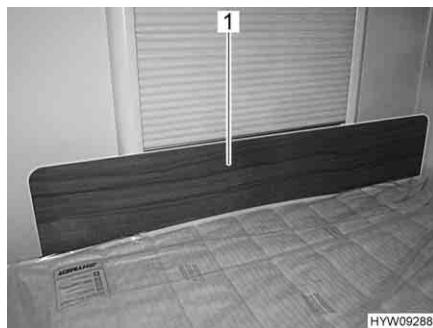

Fig. 96 Pannello di protezione/protezione anticaduta
- Inserire il pannello di protezione (Fig. 96,1) davanti alla finestra, tra il materasso e il telaio della finestra. L'effetto di serraggio del materasso mantiene il pannello di protezione in posizione, davanti al telaio della finestra.